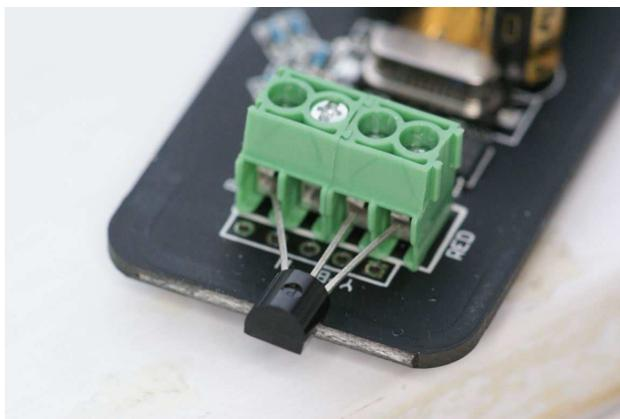

Рис. 1.2 – Монтаж датчика DS1820 в клеммнике тега
2. Ослабьте зажимы клеммного блока, расположенного на краю платы тега, открутив каждый винт блока на 2÷3 оборота против часовой стрелки с помощью отвёртки **1**. Отогните с помощью пинцета в стороны крайние выводы датчика DS18B20, придайте им удобную форму и вставьте их в клеммный блок, как показано на Рис. 1.2. Затяните винты клемм с помощью отвёртки **1**. Обратите внимание, что при этом датчик должен быть повернут плоской стороной корпуса (где нанесена маркировка) к плате.